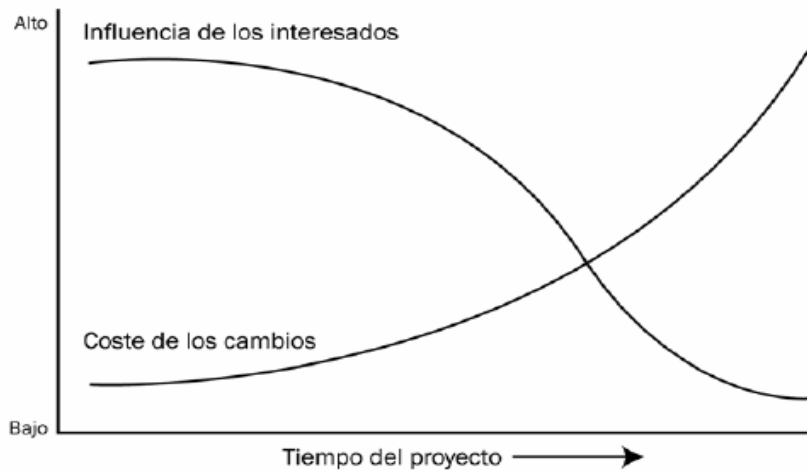

Figura 2. Influencia de las Decisiones en el Proyecto a lo Largo del Tiempo¹
- En la figura 2 se observa gráficamente como pueden influir las decisiones en el principio y fin del proyecto, de igual manera se observa el costo de un cambio realizado en etapas diferentes del proyecto.